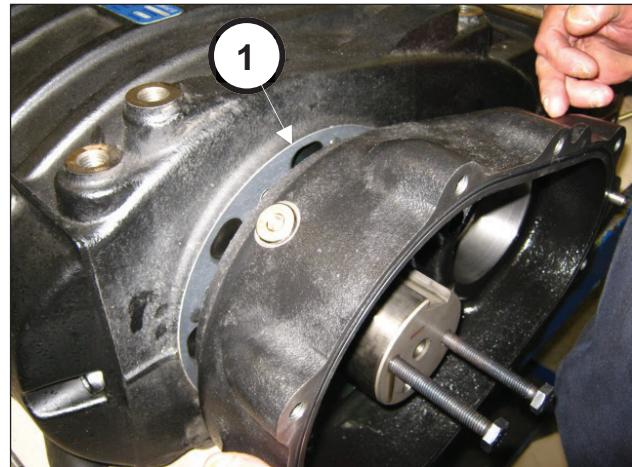

Abb. 24
Drehen Sie schrittweise die 3 Schrauben M8 fest (Pos. ①, Abb. 24) um ein übermäßiges Anwinkeln und das Festsitzen des Gehäuses zu vermeiden.